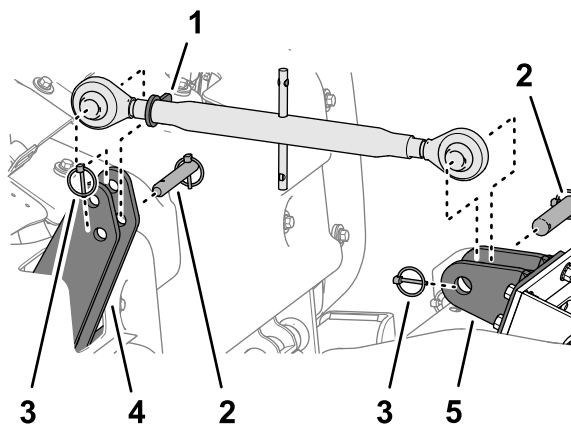

Figura 48
2. Desaperte a porca de bloqueio (Figura 48) e rode a ligação de ajuste superior para libertar a tensão entre a máquina e a unidade de tração.
3. Retire o pino de sujeição e o pino de ligação que fixa a ligação de ajuste superior às placas de engate superior da máquina (Figura 48).
4. Retire o pino de sujeição e o pino de ligação que fixa a ligação de ajuste superior ao suporte de ligação da unidade de tração (Figura 48).